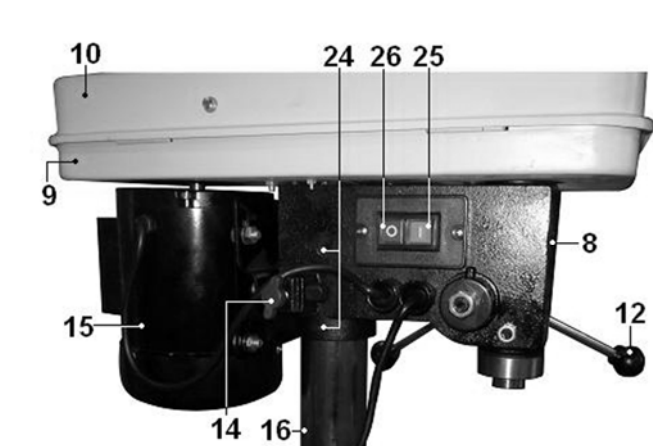

Рис.4.
9.7. Аккуратно установите на колонну (16) шпиндельную головку станка (8), Рис.2,4, предварительно ослабив винты фиксации (24), Рис.4 . Поворачивая шпиндельную головку (8) на колонне (16), Рис.2,4, убедитесь, что она «села» до упора. Затяните винты фиксации (24), Рис.4 .
10.3. Станок оснащен магнитным пускателем, предотвращающим самопроизвольное включение после отключения питания. Включение станка производится нажатием на красную кнопку (26), Рис.4,5.
10.6. При открытии верхней крышки (10) нижнего кожуха ременной передачи (9), Рис.7, станок должен отключиться. Повторное включение станка возможно после закрытия верхней крышки (10) нижнего кожуха ременной передачи (9), Рис.7 и вторичного нажатия на зеленую кнопку (25), Рис.4,5. (см. п.10.3.)